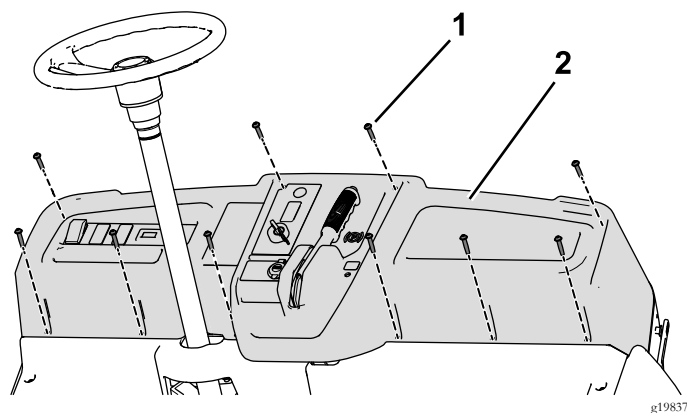

Figura 62
3. Retire os 10 parafusos (¼ x 1¼ pol.) para remover parcialmente o painel de instrumentos e desligue o travão de estacionamento (Figura 62).